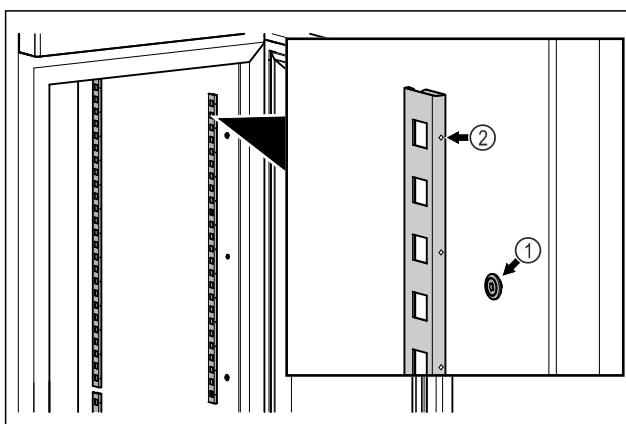

Fig. 56 Примерное изображение
► Навесьте фиксатор на крепление Fig. 56 (1). Отметка Fig. 56 (2) должна располагаться спереди.